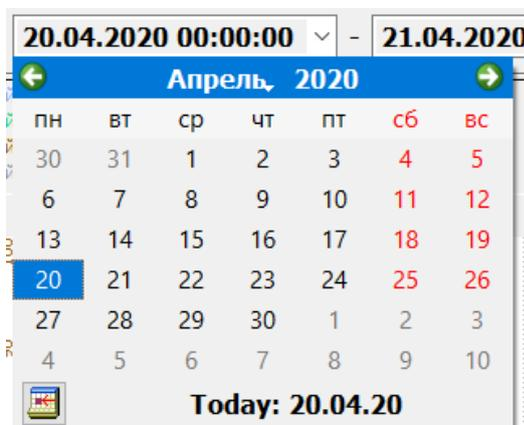

Рисунок 19 – Окно ввода даты с открытым календарем
- с помощью календаря, открывающегося по клику левой кнопкой мыши на стрелку справа от окна ввода даты (Рисунок 19);